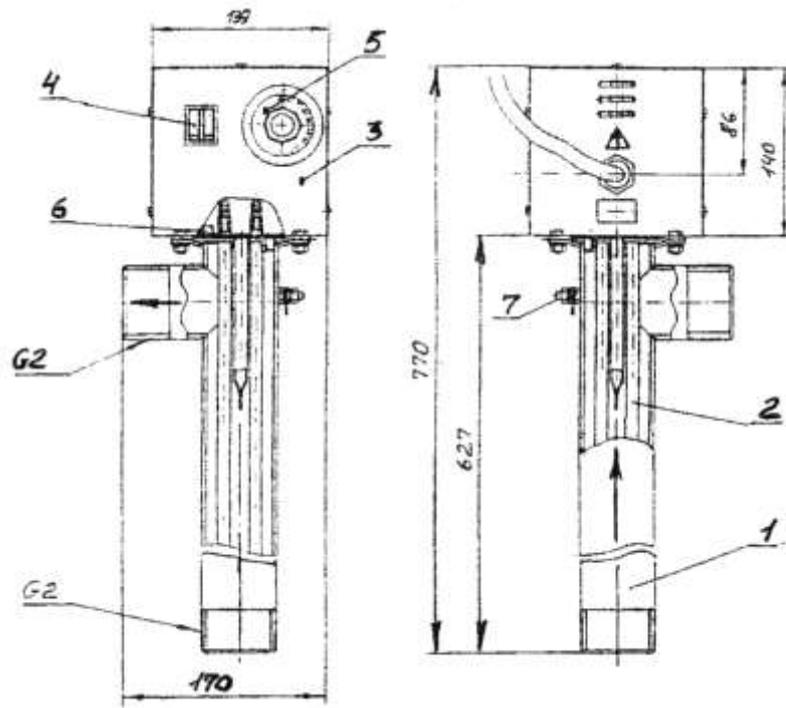
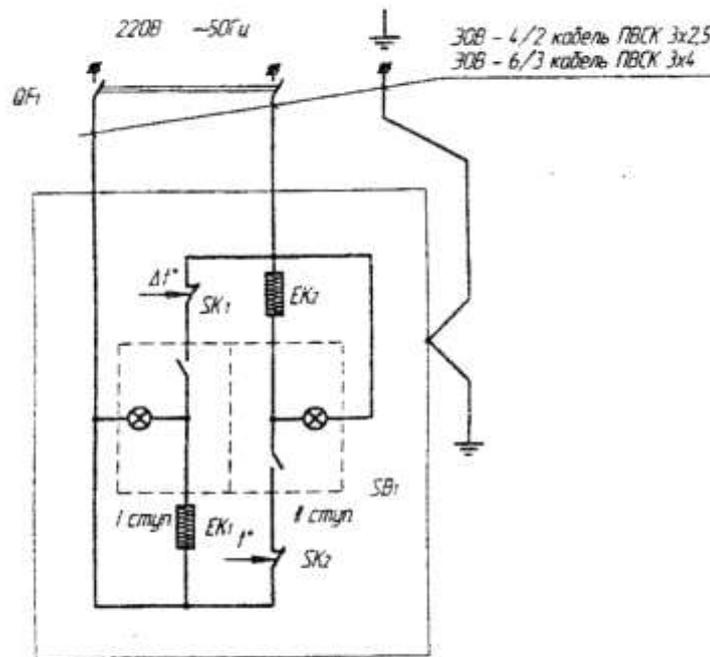
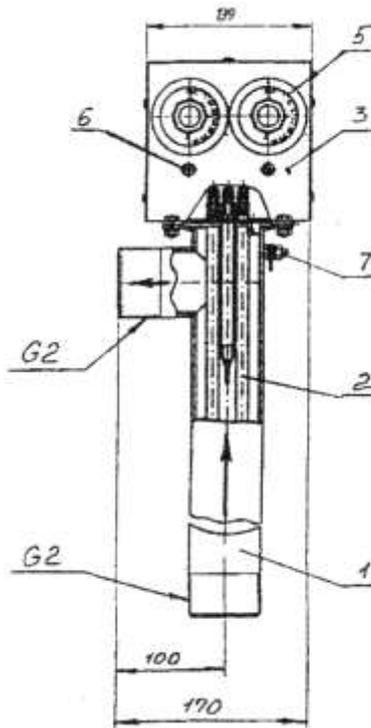

Рис. 1. Электрокотел отопительный водогрейный ЭОВ-4/2, ЭОВ-6/3
Рис. 2. Электрокотел отопительный водогрейный ЭОВ-4/2, ЭОВ-6/3
Рис. 3. Электрочотел отопительный водогрейный ЭОВ-9/4,5
5.1 Устройство электрокотла показано на рис.1, принципиальная электрическая схема электрокотлов ЭОВ-4/2, ЭОВ-6/3 - на рис. 2, электрокотла ЭОВ-9/4,5- на рис.3.